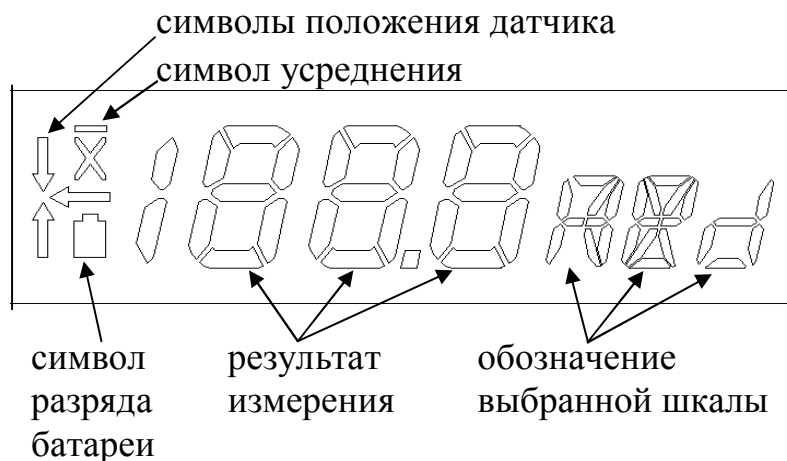

Рис. 2. Индикатор твердомера ТЭМП-4 (показаны все символы)
4.5. При включении прибора кнопкой «Вкл» на индикаторе отображается результат последнего измерения по соответствующей шкале, по которой он был получен, а также другая дополнительная информация в соответствии с рис.2 и 3.
Проведение прибором усреднения подтверждается появлением на индикаторе символа усреднения (см. рис. 2 и 3). Усреднённые значения в памяти не сохраняются. Усреднение производится по всему массиву данных измерений, а если их количество превышает 100, то по последним 100 измерениям.